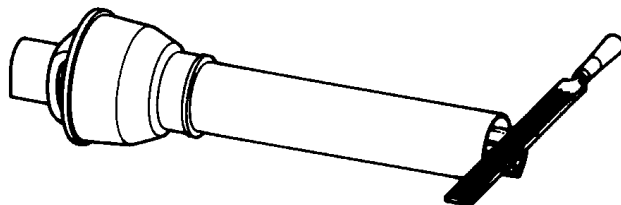

Abb. 4
- Die Wellen entgraten (Abb. 4), aufmerksam reinigen und schmieren.